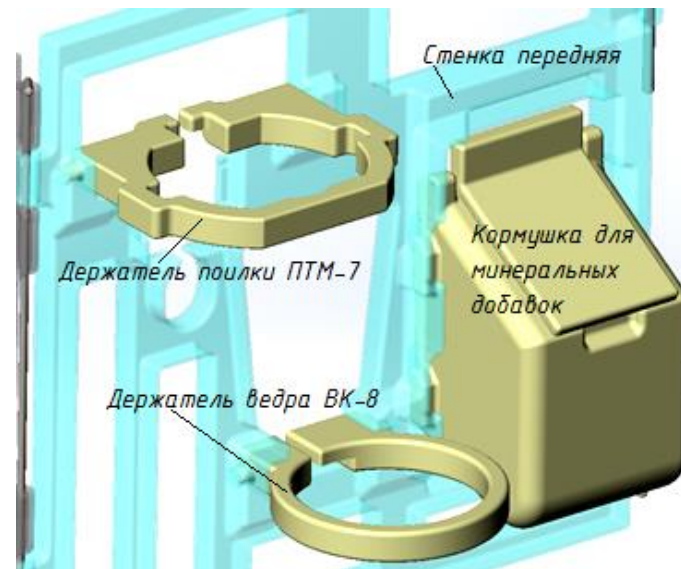

Рис.5 Схема установки оборудования на переднюю стенку ограждения бокса.
Шаг 1. Слегка сжав держатель поилки, установите его в отверстия, как показано на рис. 5. (Необходимо, чтобы радиус скругления находился внизу)
Шаг 3. Держатель ведра установить тем же способом, что и держатель поилки (рис. 5).
Кормушка для минеральных добавок (8) устанавливается в специальном проеме передней стенки ограждения бокса (рис. 5).